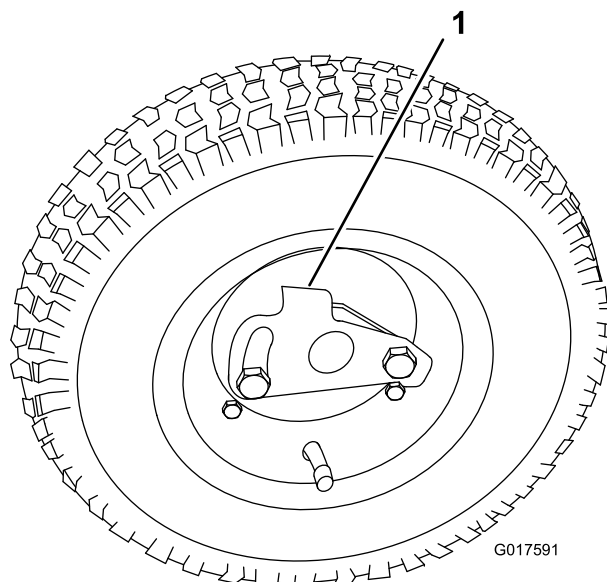

Figura 10
2. Premete la clip di bloccaggio verso il centro della ruota, e collocate quest'ultima sull'albero esagonale (Figura 10).